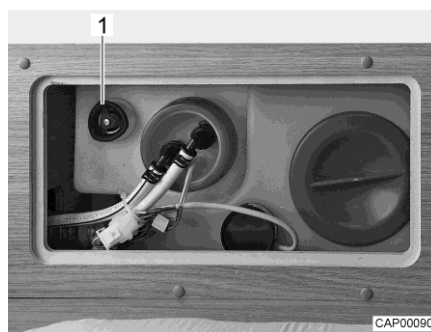

Fig. 97 Réservoir d'eau avec poignée tournante
- Faire tourner la poignée tournante (Fig. 97,1) du réservoir d'eau à fond dans le sens inverse des aiguilles d'une montre au-delà de la résistance pour ouvrir entièrement l'ouverture d'écoulement.